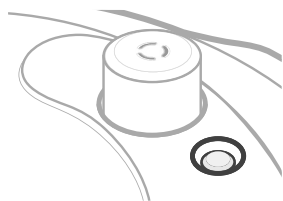

Figure 9.6
10. La soupape à flotteur s'abaisse pour indiquer que la pression a été entièrement relâchée. **[Figure 9.6]**